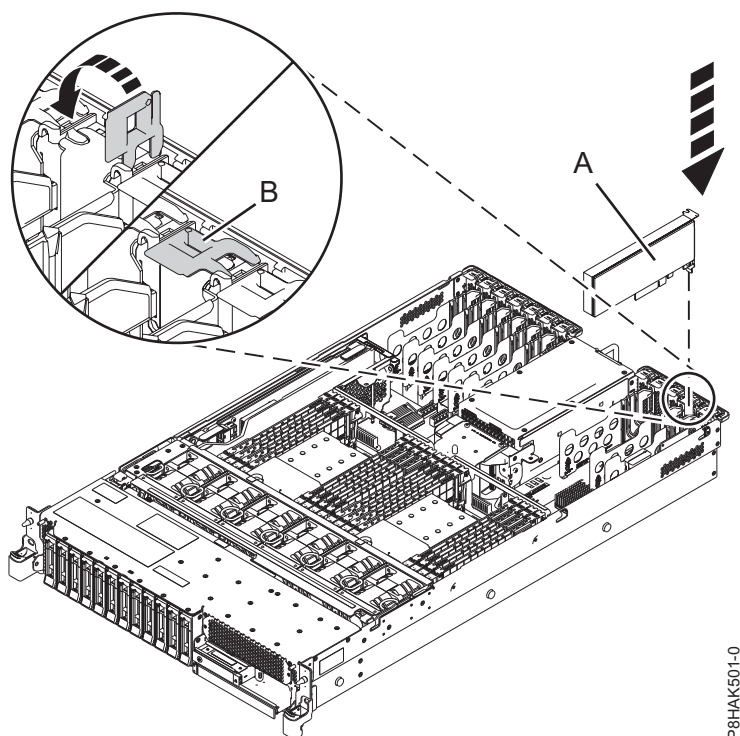

Figura 3. Instalar ou substituir um adaptador PCIe no sistema 5148-21L, 5148-22L, 8247-21L, 8247-22L, 8284-21A ou 8284-22A
8. Se a patilha do adaptador **(B)** na ranhura alvo não estiver na posição aberta, puxe a patilha para a posição aberta ao rodar a patilha para fora do respectivo clip na parte posterior do sistema, como demonstrado em Figura 3.
9. Agarre cuidadosamente o adaptador pela respectiva aresta superior ou contraponto e alinhe o adaptador com a ranhura e o respectivo conector no painel posterior do sistema **(A)**, conforme demonstrado em Figura 3.
11. Para bloquear o adaptador na respectiva ranhura, rode a patilha do adaptador **(B)** na direcção demonstrada em Figura 3.